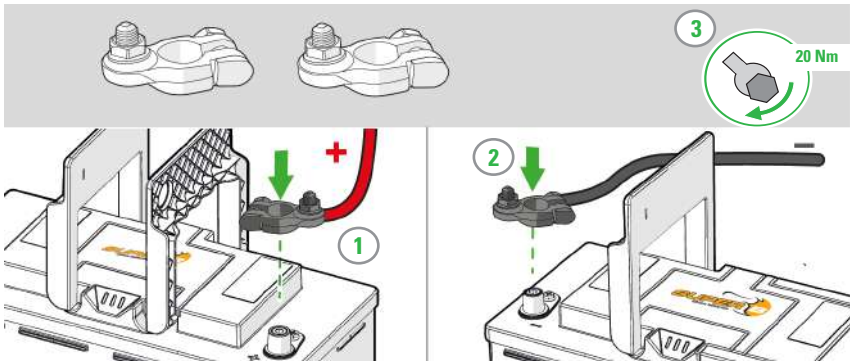

Figure 7. Raccordement de câbles de puissance avec des cosses de type automobile
1. Raccordez les consommateurs ou le chargeur à la borne X2 (+) de la batterie Li-ion. (Figure 7)
2. Raccordez les consommateurs ou le chargeur à la borne X1 (+) de la batterie Li-ion. (Figure 7)